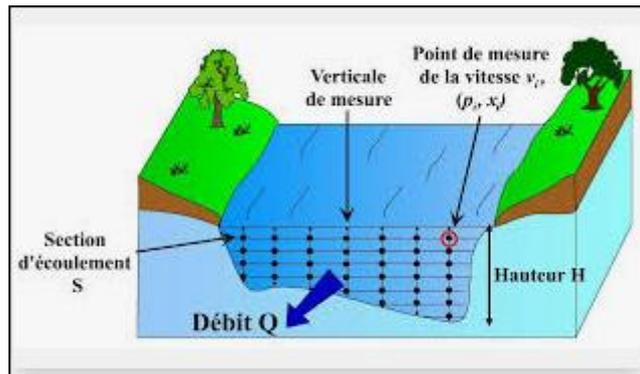

Fig.6 Principe de jaugeage au moulinet.
2.2.2 Jaugeage au moulinet : Appelé aussi jaugeage par exploration du champ des vitesses. Le principe de cette méthode consiste à calculer le débit de l'écoulement à partir de la mesure de la vitesse ponctuelle de l'écoulement en un certain nombre de points situés le long des verticales suivant la profondeur du lit de l'oued (fig.6). Ces verticales seront réparties sur la largeur du cours d'eau. Le débit sera donné par la formule suivante :